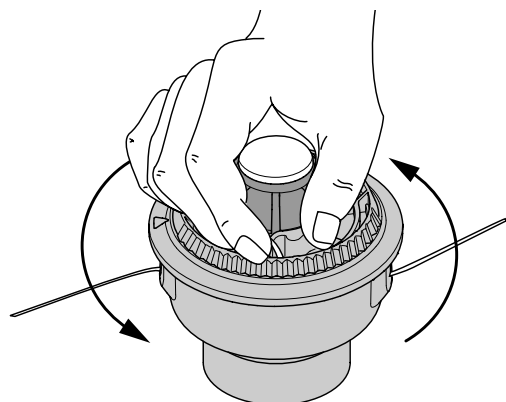

Fig. 45
8. Tenez la bobine extérieure. Rembobinez le moulinet intérieur vers la gauche jusqu'à ce qu'il ne reste plus qu'environ 102 mm (4 po) de fil (Fig. 45).